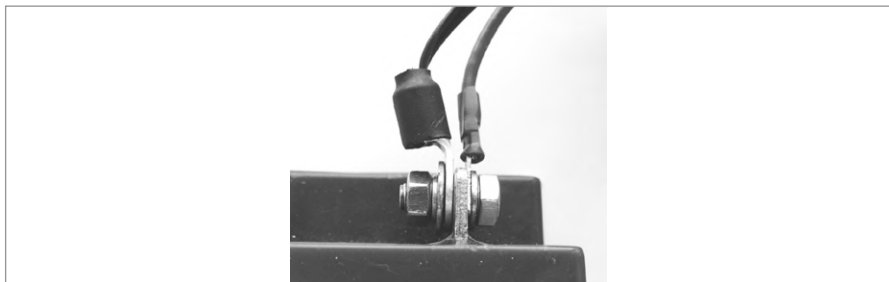

Рисунок 1.
5. В течение 1 мин после включения питания пульт должен показать сообщение об обнаружении устройства с сетевым адресом 127 (заводское значение адреса). На Рисунок 1 представлен индикатор пульта «С2000М» с соответствующим сообщением.
2.13. Если РИП-12 исп.50 (РИП-12-3/17М1-Р-RS) укомплектован термодатчиком с О-образной клеммой, то к положительному выводу батареи подключите провод красного цвета и О-образную клемму термодатчика (Рисунок 1).